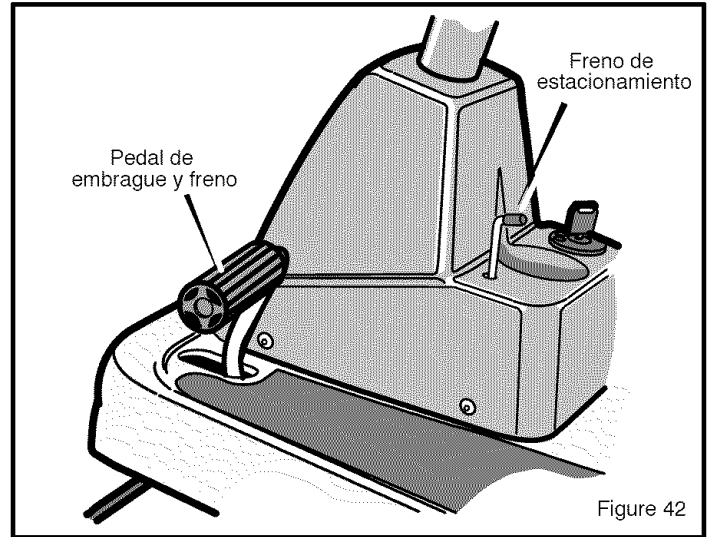

Figure 42
2. Levante la **palanca del freno de estacionamiento** (Figure 42).
**ADVERTENCIA:** Antes de dejar la posición de operador, mueva la palanca de cambios a la posición neutro (N). Enganche el freno de mano. Mueva el control de rotación de la cuchilla a la posición DESENGANCHADO. Pare el motor y quite la llave de ignición.